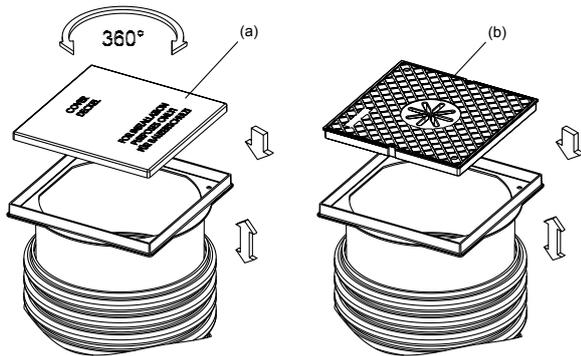

Figura 9: Montaje de la pieza de la parte superior
1. Inserte la placa de instalación en el marco (a) de la pieza superior. La placa solo es apta para la circulación de peatones (véase Figura 9).